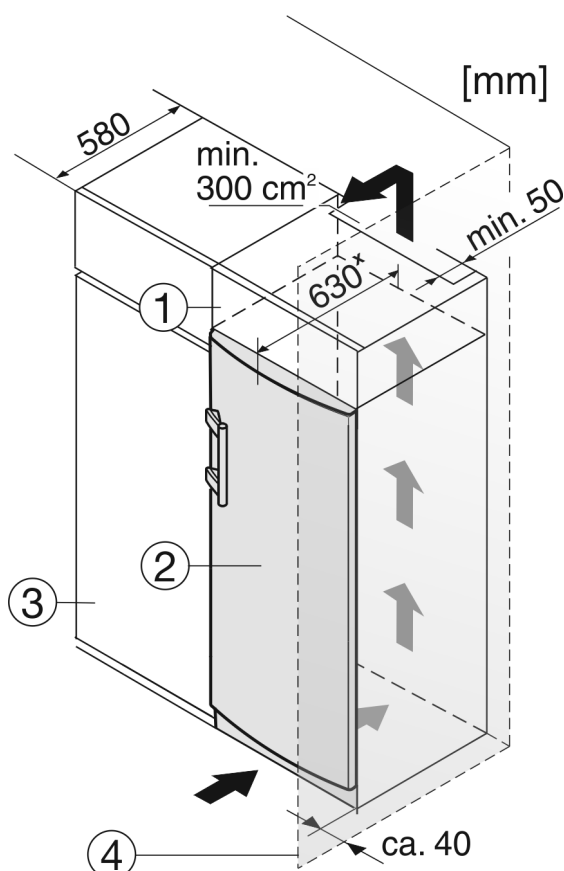

Fig. 11
L'appareil peut être entouré de meubles de cuisine. Pour adapter l'appareil *Fig. 11 (2)* à la hauteur des placards de la cuisine intégrée, on peut placer un élément haut *Fig. 11 (1)* au-dessus de l'appareil.
Lors de la transformation avec des placards de cuisine (profondeur max. 580 mm), l'appareil peut être placé directement à côté du placard de cuisine *Fig. 11 (3)*. L'appareil dépasse latéralement de 34 mm et de 50 mm au centre de l'appareil par rapport à la face avant du placard de cuisine.
Si l'appareil est installé avec les charnières à côté d'un mur *Fig. 11 (4)*, la distance entre l'appareil et le mur doit être de 40 mm min. Ceci correspond à la saillie de la poignée lorsque la porte est ouverte.